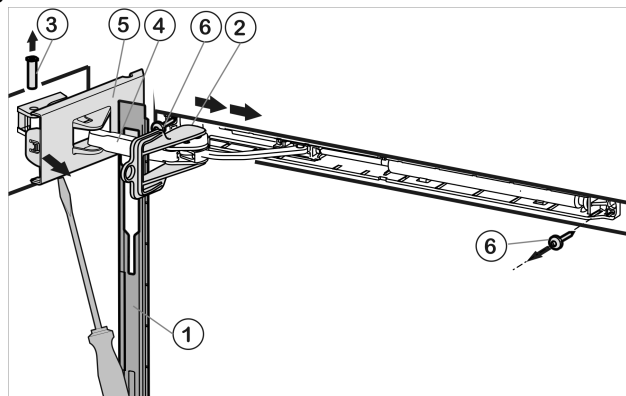

Fig. 53
- Desplace hacia delante el panel a través del estribo del amortiguador Fig. 53 (4) en dirección del aparato.
- Encaje el seguro Fig. 53 (2) en el agujero oblongo.
- Suelte la cubierta Fig. 53 (5) en el lado de la bisagra hasta el primer enganche con la ayuda de un destornillador.
- Extraiga el perno Fig. 53 (3) presionando desde abajo.
- Presione el estribo del amortiguador Fig. 53 (4) en dirección de la puerta.
- Suelte por completo la cubierta Fig. 53 (5) en el lado de la bisagra y retírela.
- Retire el panel Fig. 53 (1).
- Desatornille la unidad de amortiguador de cierre (2 Torx 15) Fig. 53 (6).